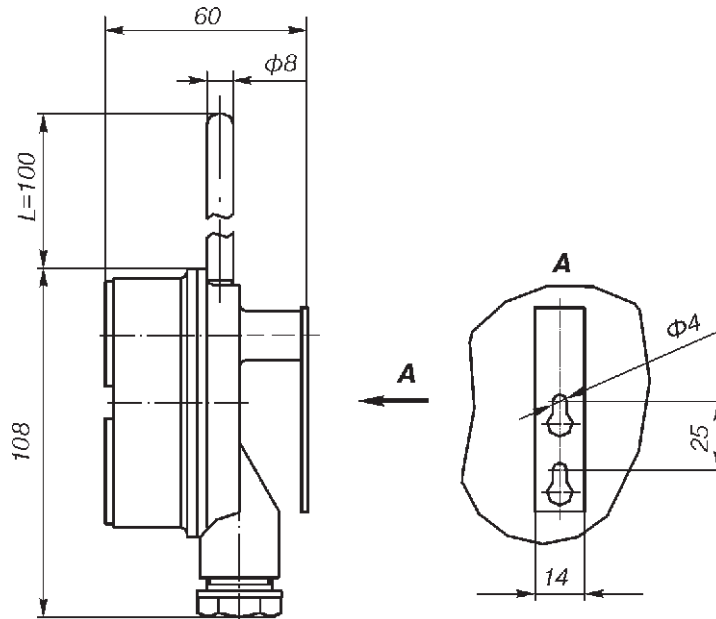

Рис.26.
Назначение: термопреобразователи сопротивления с унифицированным выходным сигналом **ТСПУ Метран-276 по рис.26** предназначены для измерения температуры воздуха в помещениях различного назначения.
Для всех исполнений, кроме рис.26:
Для исполнений по рис.26:
26¹⁾ по рис.26 (только для ТСПУ Метран-276)
27¹⁾ по рис.26 (только для ТСПУ Метран-276-Exia)
5. Длина монтажной части, L, мм (табл. 4, 5, 6, 7, рис. 26). Дополнительно для ТХАУ Метран-271 через знак "/" указывается длина наружной части, которое выбирается из ряда 120, 160, 200. Значение 120 выбрано по умолчанию, 160 и 200 дополнительно оговаривается при заказе (рис. 1-8, 10-19, 24). Пример обозначения опции для ТХАУ Метран-271 "500/120".